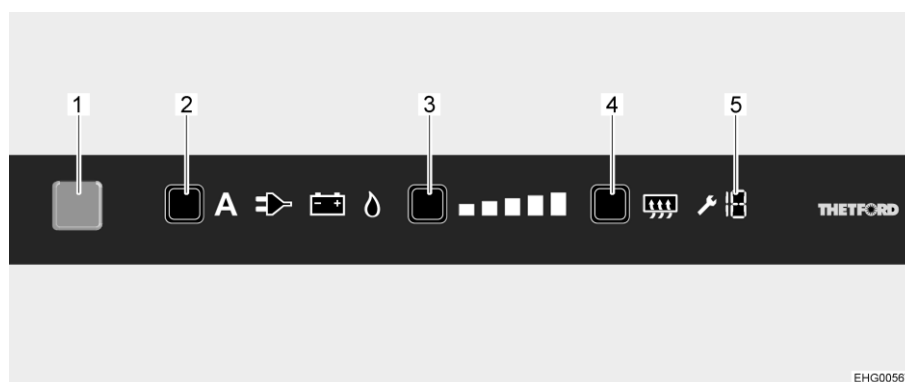

Fig. 128 Boutons de commande
Lorsque le réfrigérateur est mis en marche, il choisit automatiquement la dernière température du thermostat sélectionnée. Ce réglage peut cependant être corrigé manuellement à l'aide de la touche de degré de réfrigération (Fig. 128,3). Les barres lumineuses de l'affichage du degré de réfrigération indiquent le réglage sélectionné sur le thermostat. La température de réfrigération des trois types d'énergie se règle avec la touche de degré de réfrigération. Il faudra attendre quelques heures jusqu'à ce que le réfrigérateur ait atteint sa température normale de réfrigération. Il garde toutefois son réglage de température lorsqu'on change d'un mode à un autre. La température de réfrigération est maintenue indépendamment du type d'énergie choisi.
- Appuyer sur la touche Marche/Arrêt (Fig. 128,1) pendant 1 seconde. La touche s'allume en bleu. L'affichage devient plus sombre pour des raisons d'économie d'énergie au bout d'env. 10 secondes.
- Appuyer plusieurs fois sur la touche de sélection de source d'énergie (Fig. 128,2) jusqu'à ce que la source d'énergie désirée soit sélectionnée. Pour le régime au gaz : L'arrivée de gaz est ouverte. L'allumage s'effectue de manière automatique. Un tic-tac est distinctement perceptible jusqu'à ce que la procédure d'allumage soit effectuée avec succès.
- Appuyer plusieurs fois sur la touche de degré de réfrigération (Fig. 128,3) jusqu'à ce que le degré de réfrigération désiré soit sélectionné. Le degré actuel de réfrigération est indiqué par barres lumineuses.
- Appuyer sur la touche Marche/Arrêt (Fig. 128,1) pendant env. 2 secondes. Toutes les lampes s'éteignent. Le réfrigérateur est coupé.